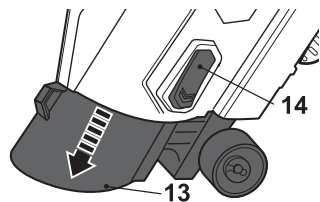
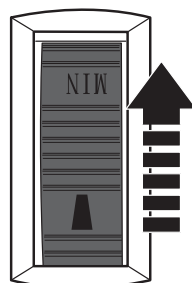

Fig. 2
Fig. 13
- > Antes de usar o aparelho puxe sempre para fora o tubo telescópico (13).
- > Puxe o tubo telescópico (13) até ao final e até que o botão de bloqueio encaixe no lugar. (Fig. 2)
- > Pressione a parte frontal do botão de bloqueio (14) (Fig. 13, passo1) e puxe o tubo telescópico (13) para a sua posição de armazenamento (Fig. 2, passo 2).
- > Puxe o botão de velocidade (3) para a frente quando pretender aumentar a velocidade do aspirador/soprador (Fig. 13).